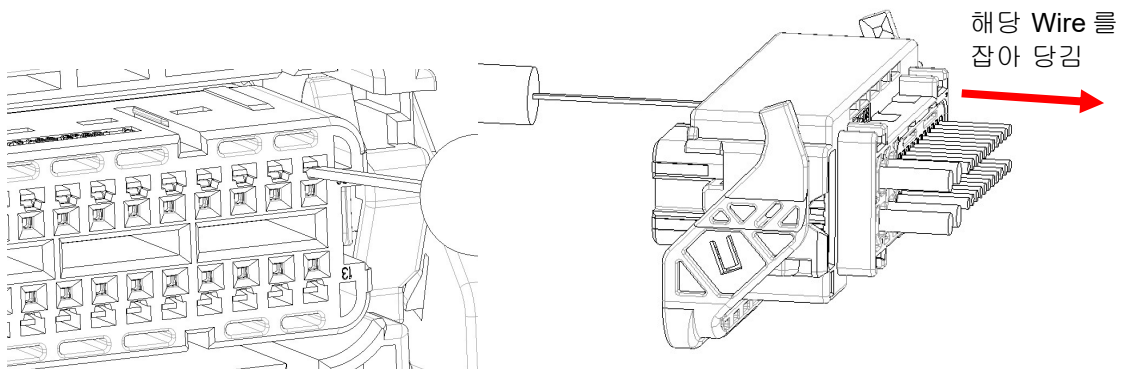

Fig. 13
- (1) TPA 가 Pre-lock 상태인지 확인하십시오. Final lock 상태에 있다면, Pre-lock 상태로 바꾸어야 한다(Par.5.4. 참조). Final lock 상태에서는 단자를 빼내는 것이 불가능하다.
- (2) Extraction tool 을 Extraction hole 에 삽입하면서 Crimped wire 를 당겨 단자를 빼내시오. ( Fig.13 참조)